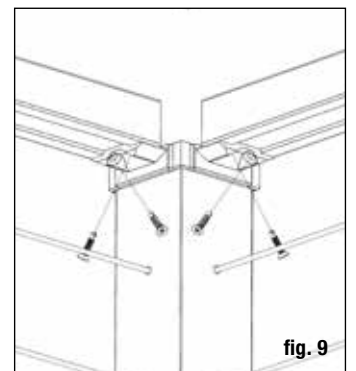

fig. 9
**Paso 10** Coloque el riel entre los postes. Compruebe el nivel de extremo a extremo y verticalmente. Fije los soportes al poste en un extremo. Pretaladre el riel con una broca de 7/64 pulg. Repita para el otro extremo. Consejo: Utilice una broca de extensión para evitar dañar el riel con el portabrocas. Instale todos los rieles antes de instalar el cable. (fig. 9)